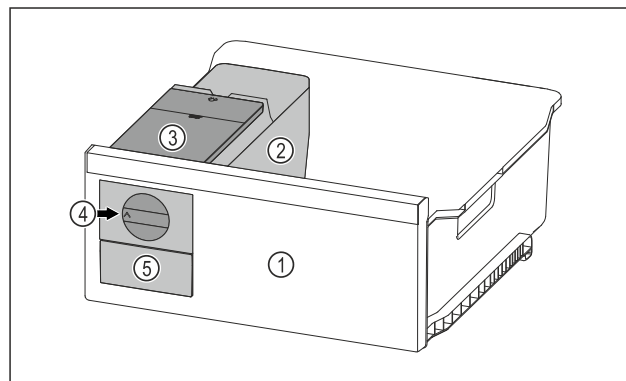

Fig. 41 Ilustrační zobrazení
- ▶ Otočte otočný knoflík Fig. 41 (4) ve směru hodinových ručiček až na doraz.
- ▶ Kostky ledu padají z misky na kostky ledu do zásuvky na kostky ledu Fig. 41 (5). Pokud se ze misky na kostky ledu neuvolní všechny kostky ledu: